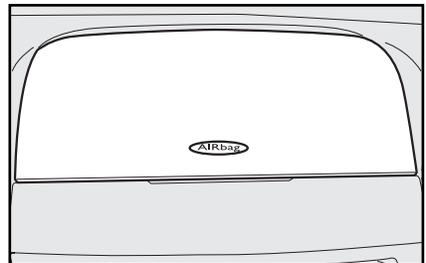

Abb. 138
- in der Instrumententafel und mit einem größeren Kissen für den Beifahrer **Abb. 138**.